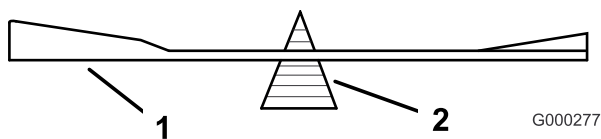

Bild 28
2. Prüfen Sie die Auswuchtung des Schnittmessers auf einer Ausgleichsmaschine (Bild 28).